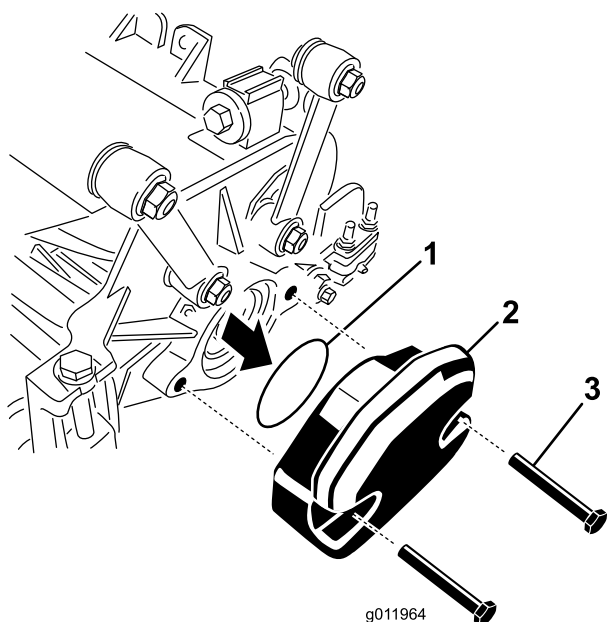

図 6
1. 3番のカuttingユニットでは、カウンタウェイトをカuttingユニットの左側に固定しているキャップスクリュー2本を外してウェイトを取り外す図6。